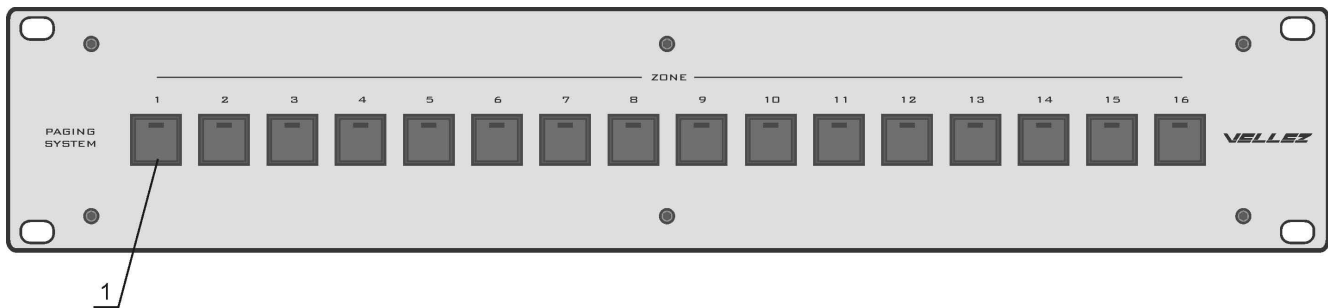

Рисунок 11
9.2.5. Розміщення та призначення органів управління на передній панелі блоку комутації БК вказано на рис. 11.